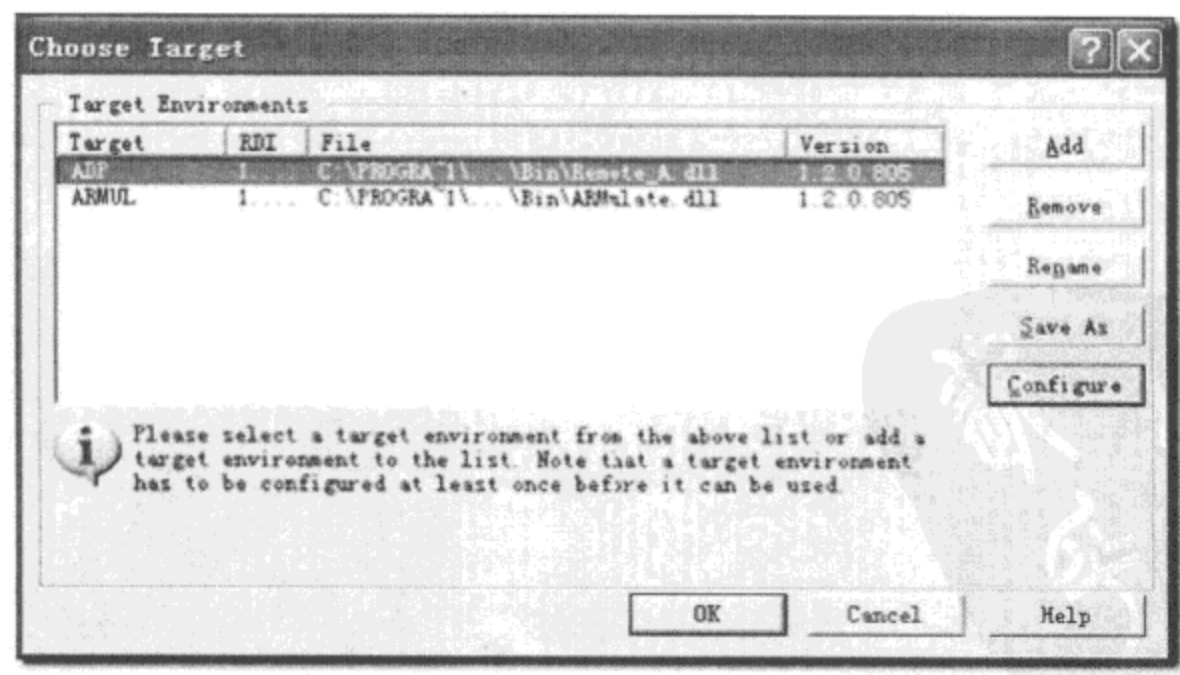

图 2-19 AXD 目标初始情况
(2) 设置 AXD Debugger。单击菜单 Options→Configuer Target…命令,出现如图 2-19 所示窗口。